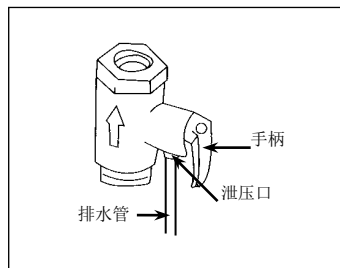

图 8
- ◆ 将随机所配的内径为 8mm 的塑料排水管一端套在泄压口上，另一端接到地漏，如图 8 所示。注意排水管应安装在无霜的环境下，保持向下倾斜安装，任何时候都不能堵塞，出口应保持与大气相通。